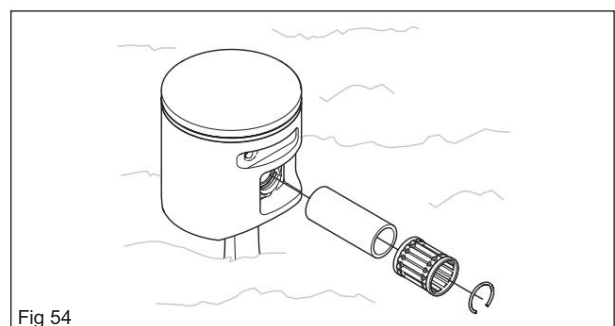

Fig 54
- Base de cylindre et/ou carter (voir figure 54)